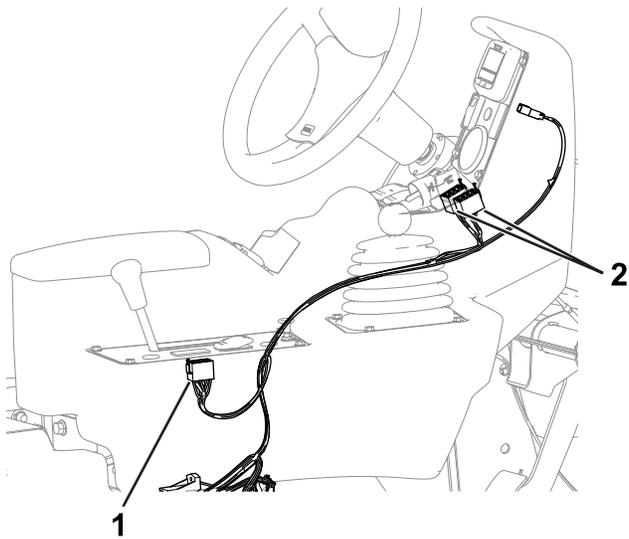

Figura 5
1. Fate passare i connettori a 8 prese attraverso la consolle (Figura 5).